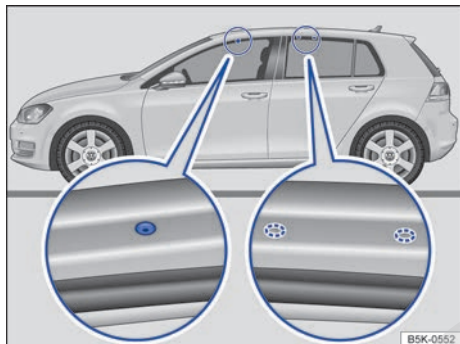

Fig. 179 Puntos de fijación para los soportes básicos (berlina).
Los orificios para fijar el soporte básico delantero se encuentran en la parte inferior de los largueros del techo y van cerrados con tornillos de plástico → fig. 179 (imagen ampliada izquierda) que hay que desenroscar antes de comenzar con el montaje.
Las marcas para fijar el soporte básico trasero se encuentran en la parte inferior de los largueros del techo → fig. 179 (imagen ampliada derecha).
- Monte los soportes básicos únicamente en los orificios y las marcas que aparecen señalados en la ilustración → fig. 179.